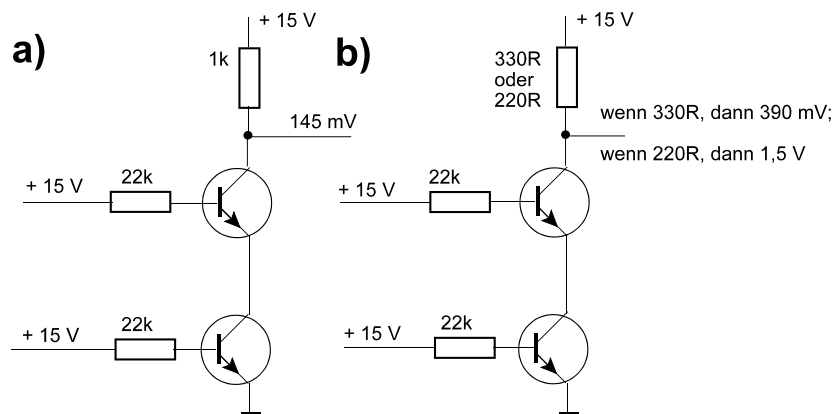

Abb. 1
2. Abb. 1 zeigt eine NAND-Verknüpfung. Erläutern Sie kurz, woran es liegt, daß sich so unterschiedliche Ausgangsspannungen ergeben. (Sie sind wirklich gemessen worden. Es sind keine Meßfehler.) Ist diese Schaltung für eine beliebige Erweiterung geeignet? Was geschieht, wenn man drei, vier usw. Transistoren in dieser Weise anordnet? Was ist zu tun, damit sich in den Betriebsfällen b) auch eine so niedrige Ausgangsspannung ergibt wie im Betriebsfall a)? (Nur kurz beschreiben; nichts dimensionieren.) (12 Punkte)